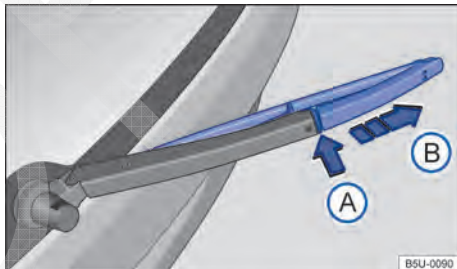

Fig. 128 Substituir a palheta do limpador do vidro traseiro.
- Manter a tecla de destravamento → Fig. 128 ① pressionada e, ao mesmo tempo, retirar a palheta dos limpadores do para-brisa no sentido da seta.
- Retirar a palheta do limpador do vidro traseiro no sentido da seta ②.